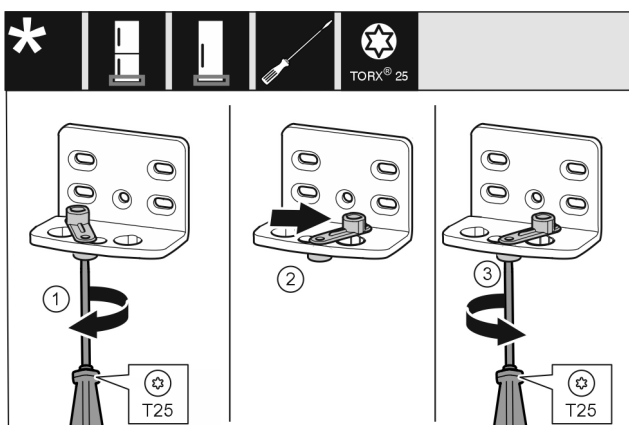

Fig. 17
- Šroubovákem volně přišroubujte šroub Fig. 17 (1).
- Zvedněte pomůcku zavírání dveří Fig. 17 (2) a v otvoru ji otočte o 90° doprava.
- Šroubovákem šroub Fig. 17 (3) pevně utáhněte.